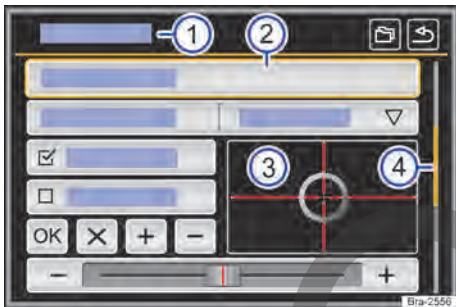

Fig. 128 Representación esquemática: cuadro general de los posibles botones de función en el display.
El equipo está equipado con touchscreen (pantalla táctil) → fig. 128 ③.
Los botones de función inician funciones o abren otros submenús. En submenús se indica, en la línea del título, el menú actualmente seleccionado → fig. 128 ①.